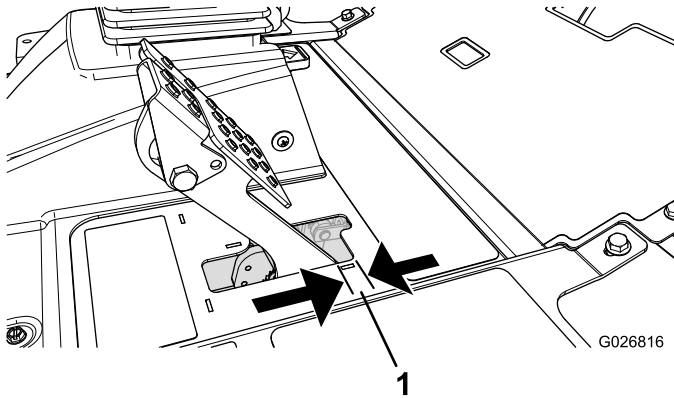

図 71
ブレーキペダルの「遊び」図 71が 2.5cm 以上となったり、強く踏み込まないとブレーキの効きが悪いと感じられるようになったら、調整を行ってください。遊びとは、ブレーキペダルを踏み込んでから抵抗を感じるまでのペダルの行きしろを言います。
2. 図 71 後ナットを締めてケーブルを後方に移動させて、ホイールがロックする前のブレーキペダルの遊びが 6.312.7mm なるように調整する。